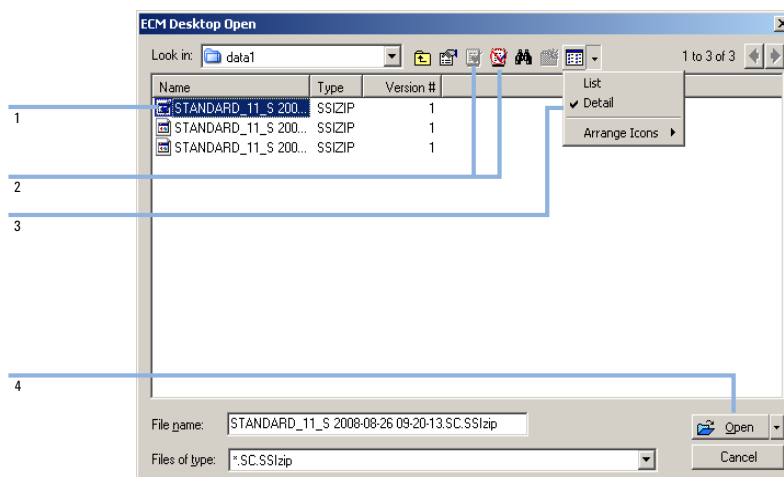
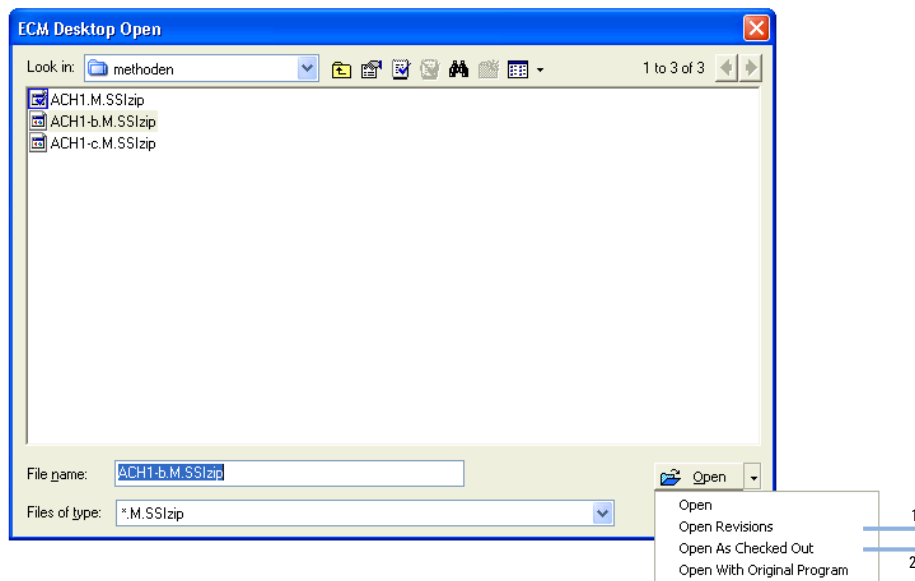
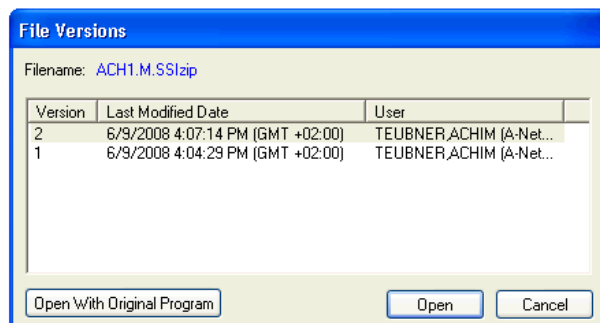

Figura 18 Cuadro de diálogo Abrir escritorio de ECM
Figura 19 Comando Abrir revisiones
Figura 20 Cuadro de diálogo Versiones de archivo
Si el elemento está verificado, tendrá una marca con un icono azul o rojo (consulte Figura 18 en la página 80, marcador 1):
Para verificar o registrar un elemento, puede utilizar los iconos respectivos disponibles en el cuadro de diálogo **ECM Desktop Open** (consulte Figura 18 en la página 80, marcador 2). Mediante el uso de estos iconos sólo puede verificar la última versión de un elemento.
Para obtener más información sobre el tipo y la versión de los elementos disponibles, seleccione la vista **Detail** (consulte Figura 18 en la página 80, marcador 3). Para abrir una versión anterior de un elemento, seleccione el comando **Open Revisions** en el menú **Open** (consulte Figura 19 en la página 81, marcador 1). Con ello se abrirá el cuadro de diálogo **File Versions**, donde se enumeran todas las versiones disponibles del elemento (consulte Figura 20 en la página 82).
- 3 Seleccione **Open** en cualquier cuadro de diálogo para descargar el elemento a ChemStation. Para evitar que otros usuarios modifiquen el elemento, puede seleccionarse el comando **Open As Checked Out** para marcar el elemento como verificado desde ECM (consulte Figura 19 en la página 81, marcador 2).